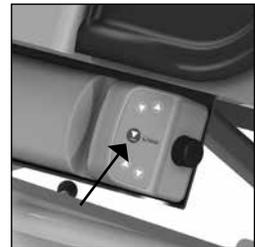

Abbildung 19 Notabsenkungstaste.
Wenn die Handbedienung ausfällt und die Liege angehoben ist, kann die Liege mit der Notabsenkungstaste abgesenkt werden *(siehe Abbildung 19)*.
- Drücken Sie die Taste für die Notabsenkung *(siehe Abbildung 19)*.